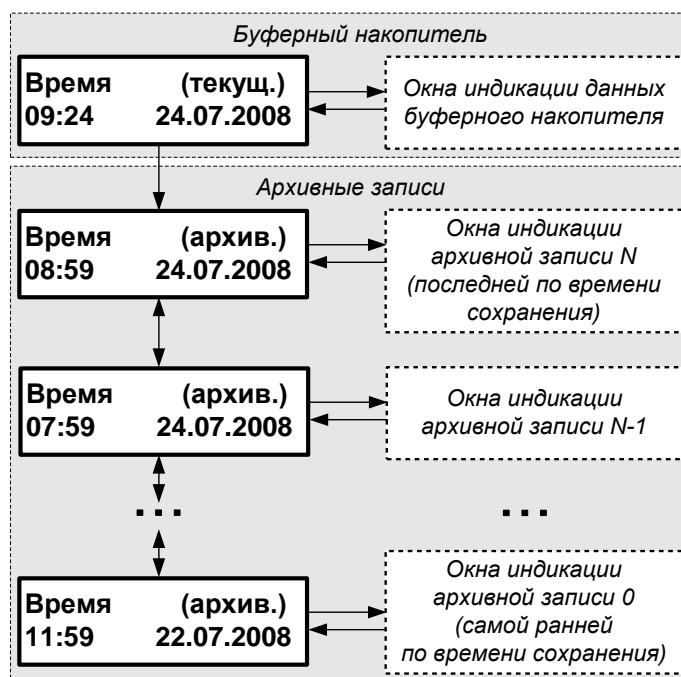

Рис. 2. Структурная схема часового архива.
4.4.1. Часовой, суточный и месячный архивы тепловычислителя имеют одинаковую структуру и содержат кроме сохраненных архивных записей также буферный накопитель данного архива (рис.2).
4.4.4. Переход к окнам индикации архивных записей выполняется из окна **Время (текущ.)** накопителя по нажатию кнопки . При этом высвечивается окно **Время (архив.)** (рис.2) последней (по времени сохранения) архивной записи с указанием времени в формате «часы : минуты» и даты окончания интервала архивирования. Переход архивных записей выполняется кнопками , . При этом в окне **Время (архив.)** меняется время и дата окончания интервала архивирования.